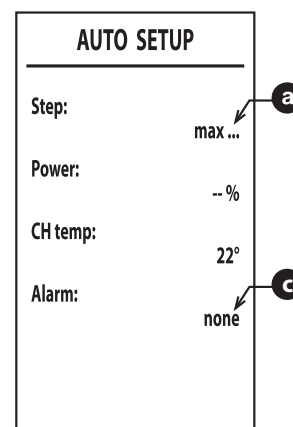

fig. 45 -
- Na de ontsteking wordt de brander ingesteld op de verschillende vermogens (max, med, min) die met punt **a** ("fig. 45 -") worden aangegeven.
- Indien de in punt "6" beschreven ontstekingsvolgorde niet slaagt, verschijnt de boodschap max_err op het punt **a** en een foutcode op het punt **c** ("fig. 45 -").